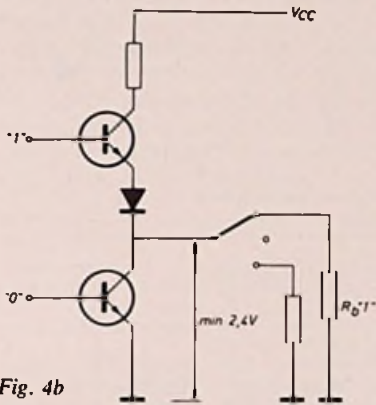

Fig. 4b
2) *Uitgang van het te testen IC logisch „1”*; zie fig. 4b.